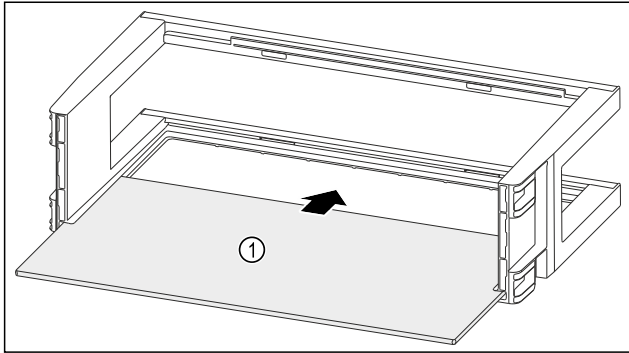

Fig. 122
- ▶ Abstellfläche Fig. 122 (1) in die seitlichen Einsparungen einschieben.